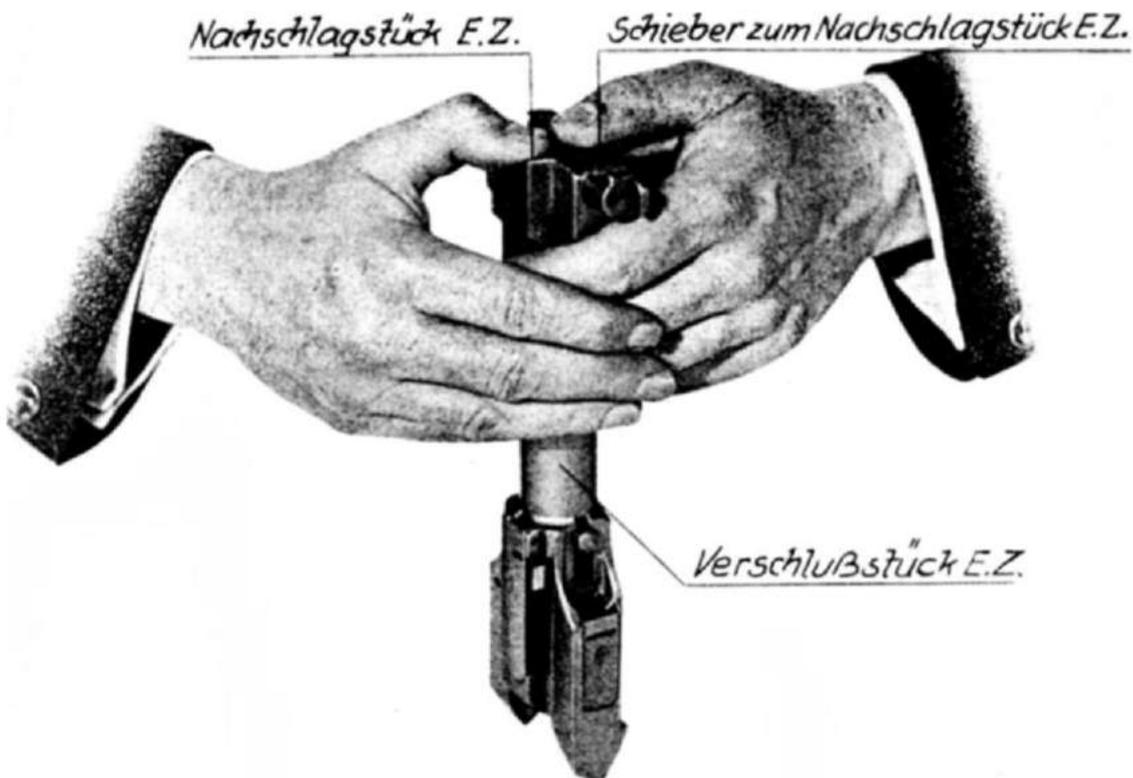

Abb. 85: Herausdrücken des Schiebers EZ zum Verschlusßstück
b) Zerlegen des Verschlusßstückes EZ (Abb. 85—87)